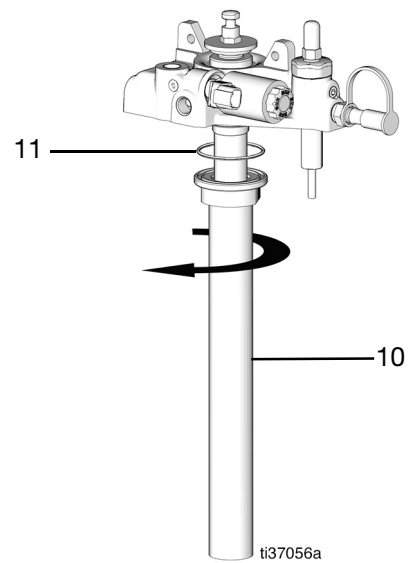

Рис. 35
14. Снимите конструкцию типа «труба в трубе» (10) с помощью трубного ключа. Убедитесь, что уплотнительное кольцо (11) располагается на конструкции типа «труба в трубе» (10) (Рис. 35).